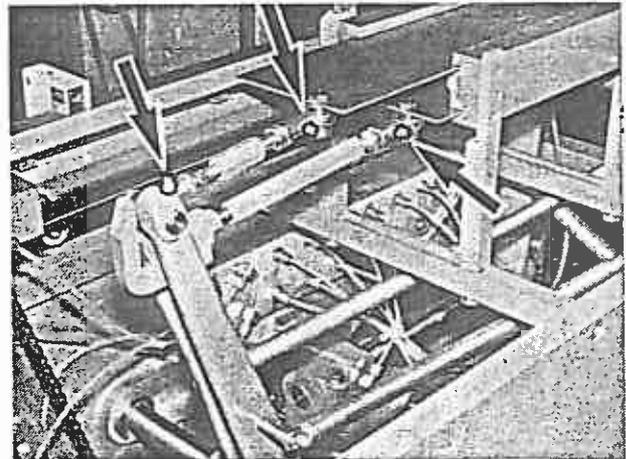

Bild 32
2. Schmiernippel (Bild 32/Pfeile) mit zwei Hüben aus der Fettschmierpresse schmieren.